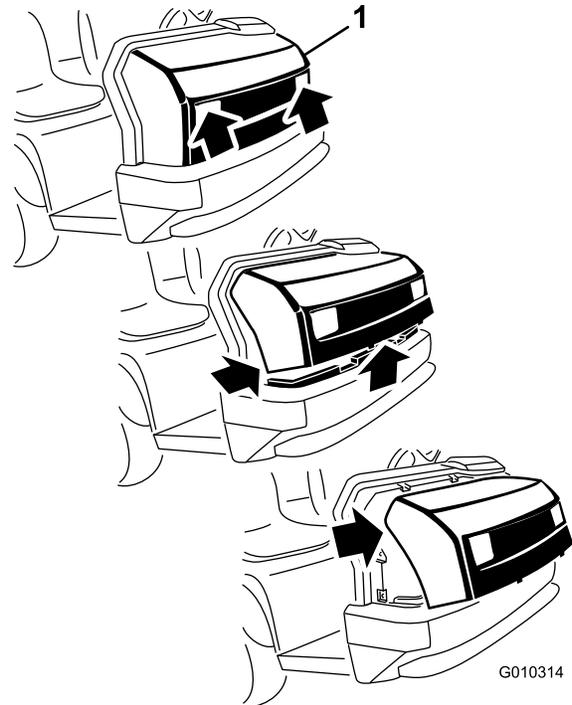

Bild 1
1. Fassen Sie die Motorhaube in den Scheinwerferöffnungen an und heben sie an, um die unteren Befestigungsnasen aus den Rahmenschlitzten zu heben (Bild 1).
2. Drehen Sie die Unterseite der Motorhaube nach oben, bis Sie die oberen Befestigungsnasen aus den Rahmenschlitzten ziehen können (Bild 1).
3. Drehen Sie die Oberseite der Motorhaube nach vorne und ziehen Sie die Kabelanschlüsse von den Scheinwerfern ab (Bild 1).